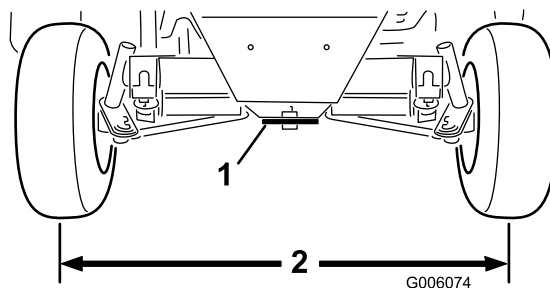

Figure 67
2. Réglez les biellettes jusqu'à ce que l'entraxe soit identique à l'avant et à l'arrière des roues arrière (Figure 67).